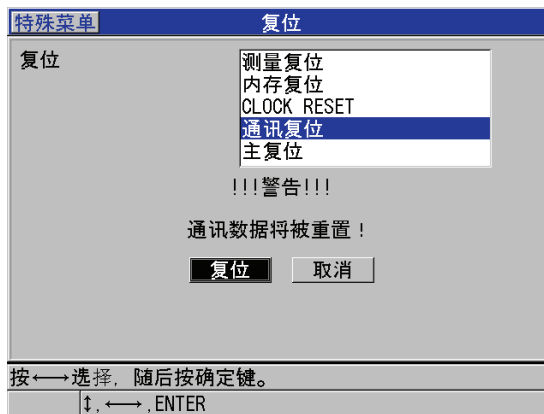

图 14-10 选择通讯复位
3. 在**复位**屏幕中 (参见第 231 页的图 14-10 ):